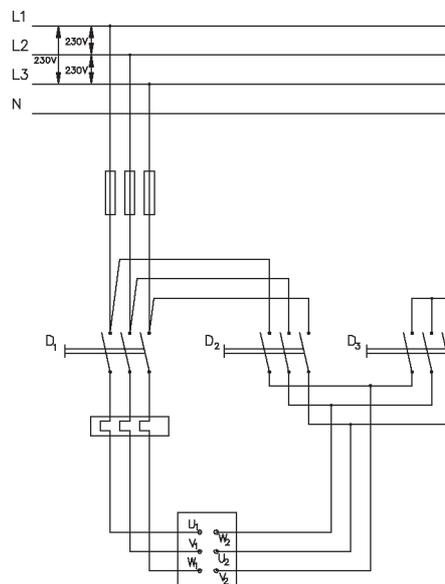

Abbildung 9:
- 400 VΔ : Motoren mit einer Laufleistung von 3 kW und mehr dürfen meist nicht im Dreieck geschaltet werden (beim Starten steigt der Anlaufstrom zu hoch an). Der Motor wird im Stern eingeschaltet und nach einigen Sekunden - wenn der Motor auf die Drehzahl gekommen ist - wird auf Dreieck umgeschaltet (Kontakte von D1 und D2 geschlossen; D3 offen: siehe Abbildung 9). Das wird durch eine Stern-Dreieck-Schaltung realisiert.